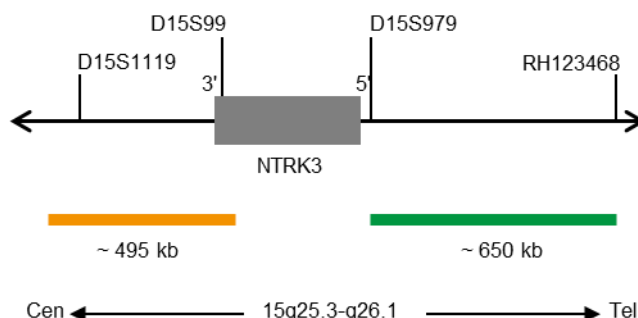

Fig. 1: SPEC NTRK3 Mappa della sonda (non in scala)
- Polinucleotidi (~10 ng/μl) marcati con ZyGreen (eccitazione 503 nm/emissione 528 nm), che hanno come bersaglio sequenze mappate in 15q25.3-q26.1* (chr15:88,825,346-89,475,889) distali alla regione del breakpoint NTRK3 (vedere Fig. 1).
- Polinucleotidi (~4,5 ng/μl) marcati con ZyOrange (eccitazione 547 nm/emissione 572 nm), che hanno come bersaglio sequenze mappate in 15q25.3* (chr15:87,976,717-88,471,002), prossimali alla regione del breakpoint di NTRK3 (vedere Fig. 1).